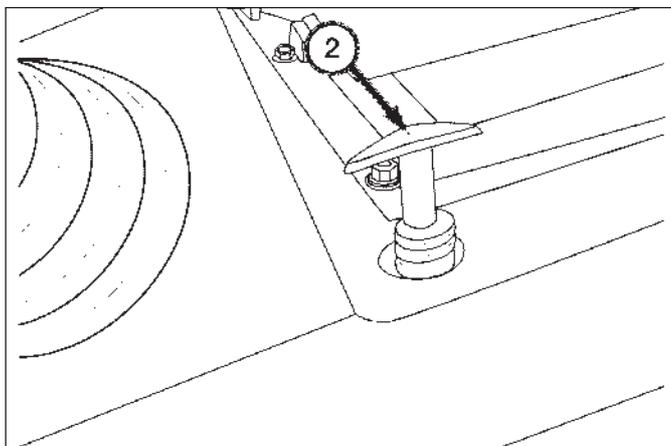

FIG. 5-39
**FIG. 5-39:** Pour verrouiller la manette de commande, abaissez le levier en T. Quand le levier en T est abaissé, la manette de commande est verrouillée. Pour déverrouiller la manette de commande, relevez le levier en T. Quand le levier en T est relevé, vous pouvez actionner la manette de commande. FIG. 5-39 FIG. 5-40 ABDC